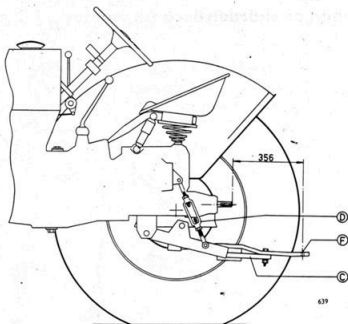

Bild 9.
Traktorns dragbom (C) kan inställas i höjded genom vantskruvarna (D). Bild 9.
Det kan därför bli nödvändigt att förse traktorn med ett särskilt drag. Detta skall vara utfört så att avståndet från kraftuttagsaxeln till dragpunkten (F) är 356 mm. Bild 9. Är detta avstånd för kort, kommer fyrkantaxeln och hylsan att gå stumt ihop vid vändningarna. Detta kan medföra, att kraftöverföringens detaljer brytes sönder.